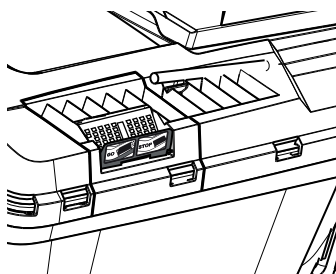

Fig. 19
- > Lorsque la trappe (15f) est ouverte, le bac de ramassage dispose encore d'un volume suffisant pour collecter l'herbe (Fig. 19).